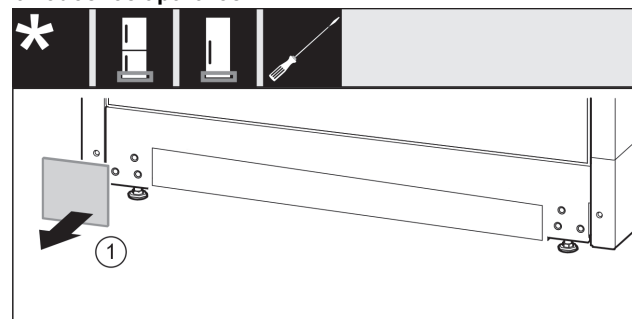

Fig. 14
- ▶ Retire la cubierta. Fig. 14 (1)